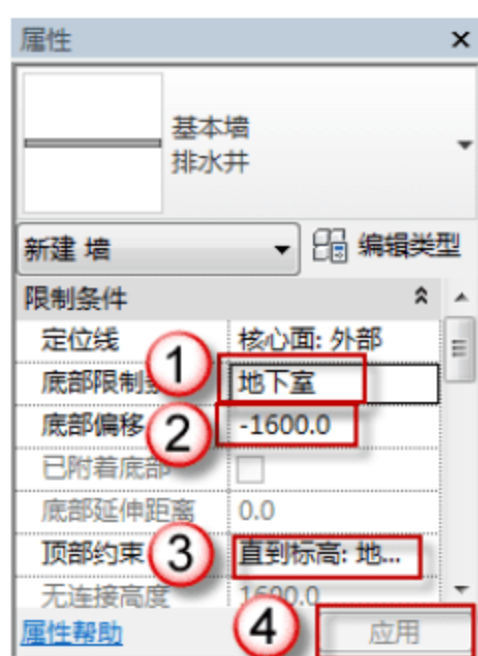

图 9.2.27 设置属性
(6) 设置“2500×1500×1600 排水井”的属性。在“属性”面板中,在“底部限制条件”中选择“地下室”,在“底部偏移”中输入“-1600”字样,在“顶部约束”中选择“直到标高:地下室”,然后单击“应用”按钮,如图 9.2.27 所示。